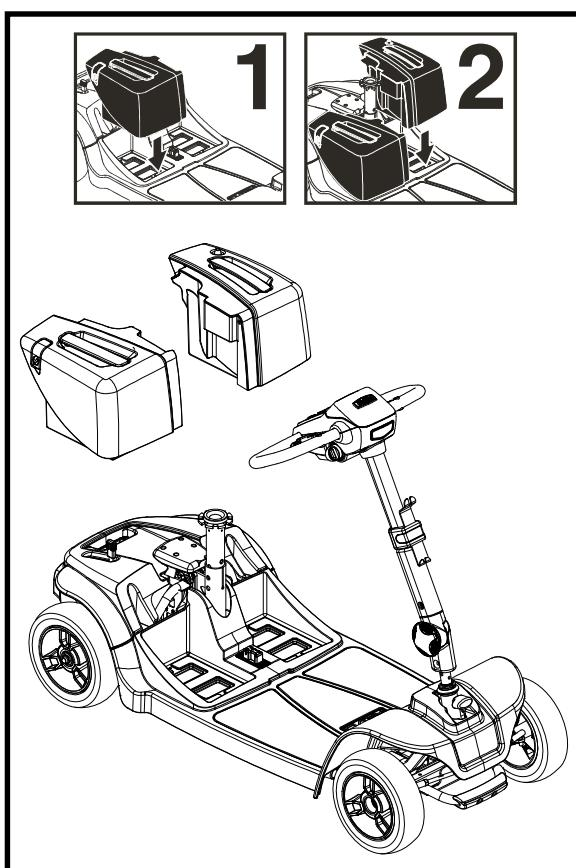

Figura 23 Scatola batteria Installazione dei modelli 66 e 67
12. Reinstallare le batterie sullo scooter e impegnare la batteria bloccaggio delle batterie. Rimontare sempre la batteria laterale destra pacco prima. Vedere figura 23.